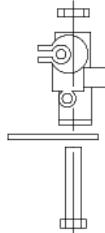

Figura 4
5. Instalacion de plantilla mediana: Perfore la plantilla en el centro de esta con un diámetro de 31 mm e instale con el perno de fijación atornillando hacia arriba y asegure con la tuerca superior. (Ver figura 4)